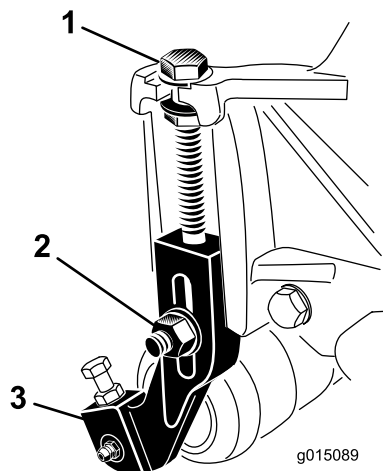

Figura 19
1. Afloje las contratuercas que fijan los brazos de altura de corte a las chapas laterales de la unidad de corte (Figura 19).